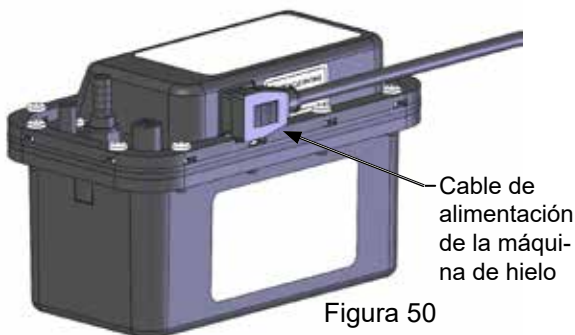

Figura 50
7. Desconecte el cable de alimentación de la máquina de hielo de la bomba de drenaje (vea la Figura 50).